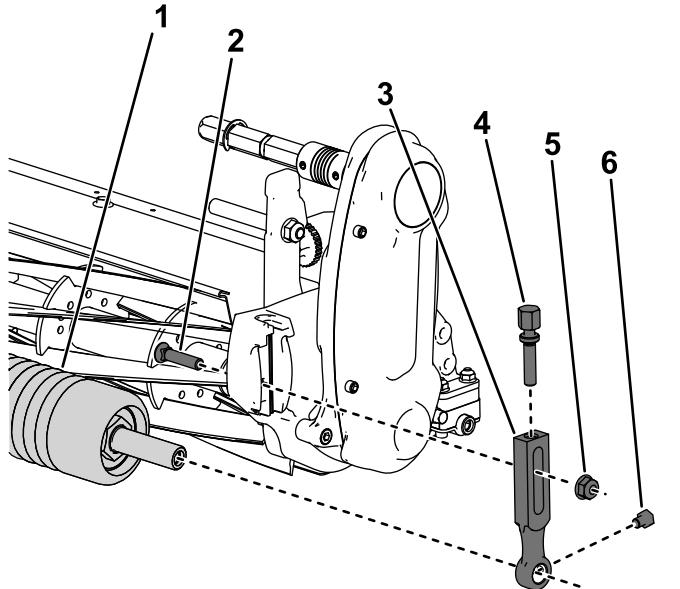

图 3
1. 卸下将其中一个剪草高度臂固定至滚刀组侧板的防松螺栓、垫圈及凸缘螺母 图 3。